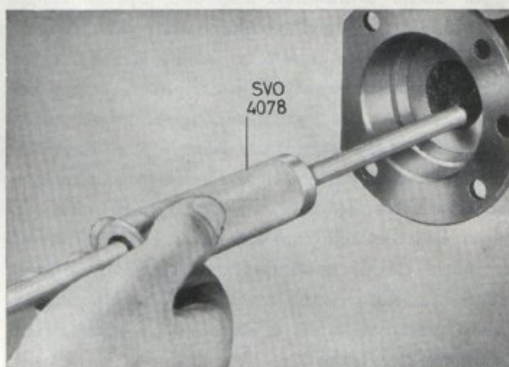

Bild 3. Demont. av tätningring.
3. Drag ut tätningringen med hjälp av SVO 4078, bild 3.
4. Tag bort fättningsringarna (14) med hjälp av utdragare SVO 4078, se bild 3.